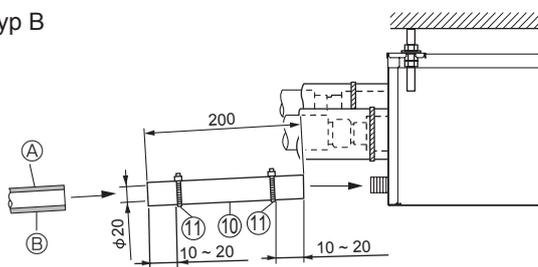

Fig. 8-1
- (1) Applicera självhäftande PVC (införskaffas lokalt) på dräneringsanslutningen på avgreningsdosan och pressa på den vidhängande dräneringsslangen ⑩ på anslutningen så långt det går. (Fig. 8-1)
- (2) För in ett hårt PVC-rör (VP-16, införskaffas lokalt) i den anslutna dräneringsslangen ⑩, klistra ihop och fixera. (Fig. 8-1)
- (3) Fäst ett band ⑪ på den anslutna dräneringsslangen ⑩. (Fig. 8-1)